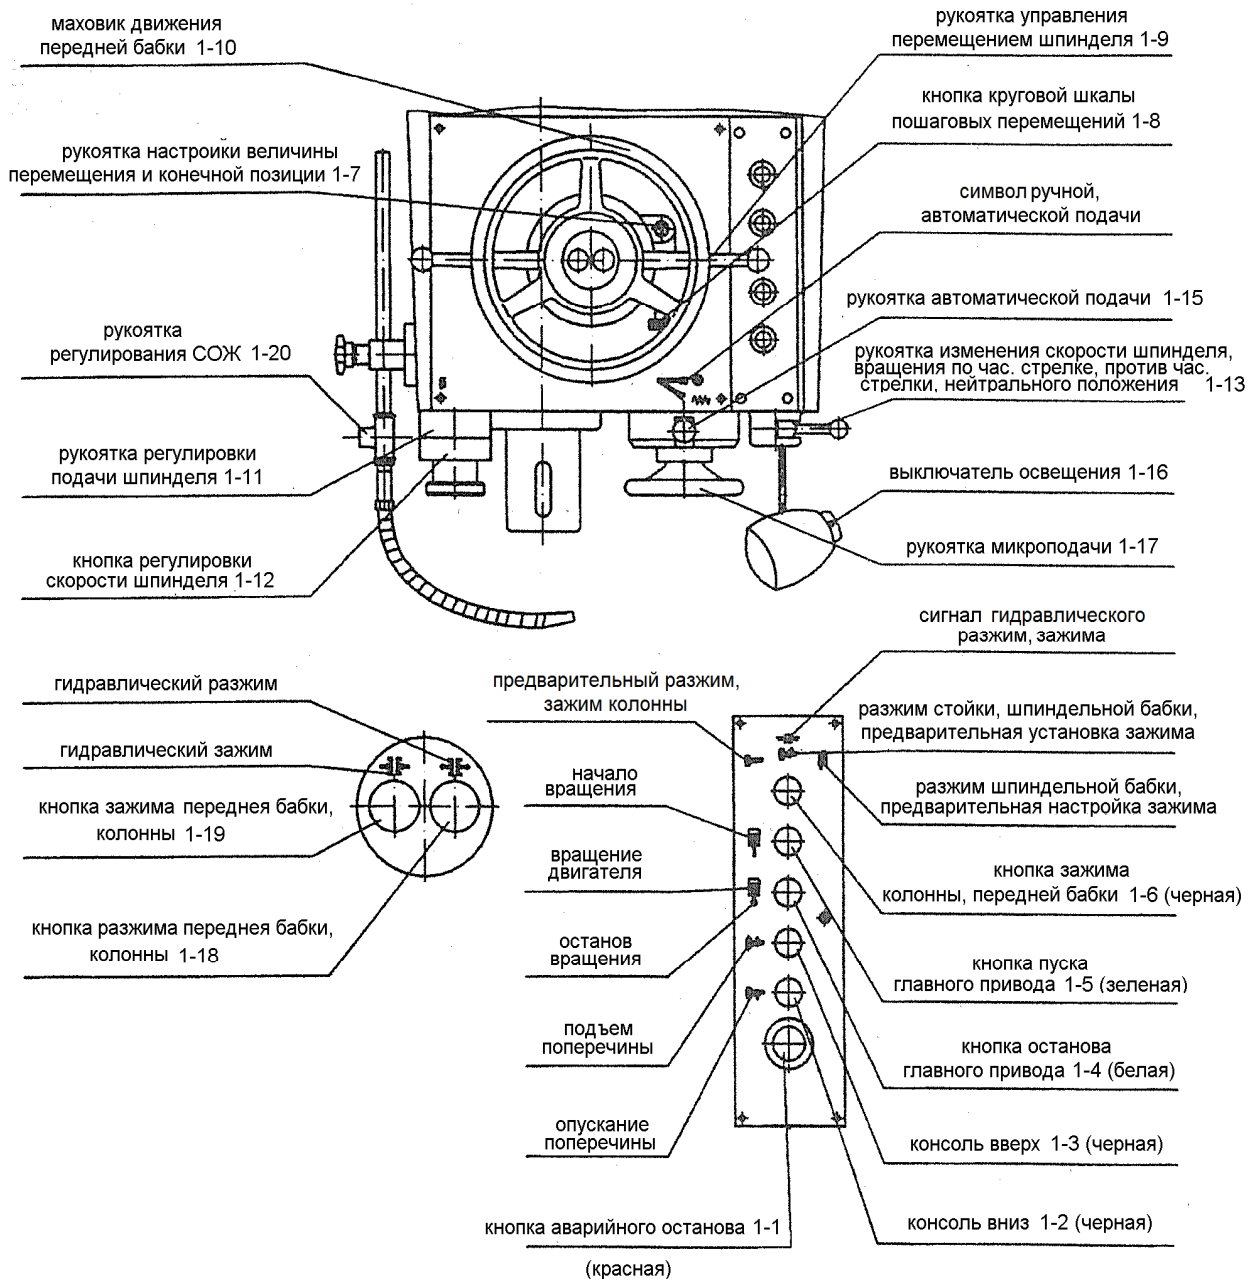
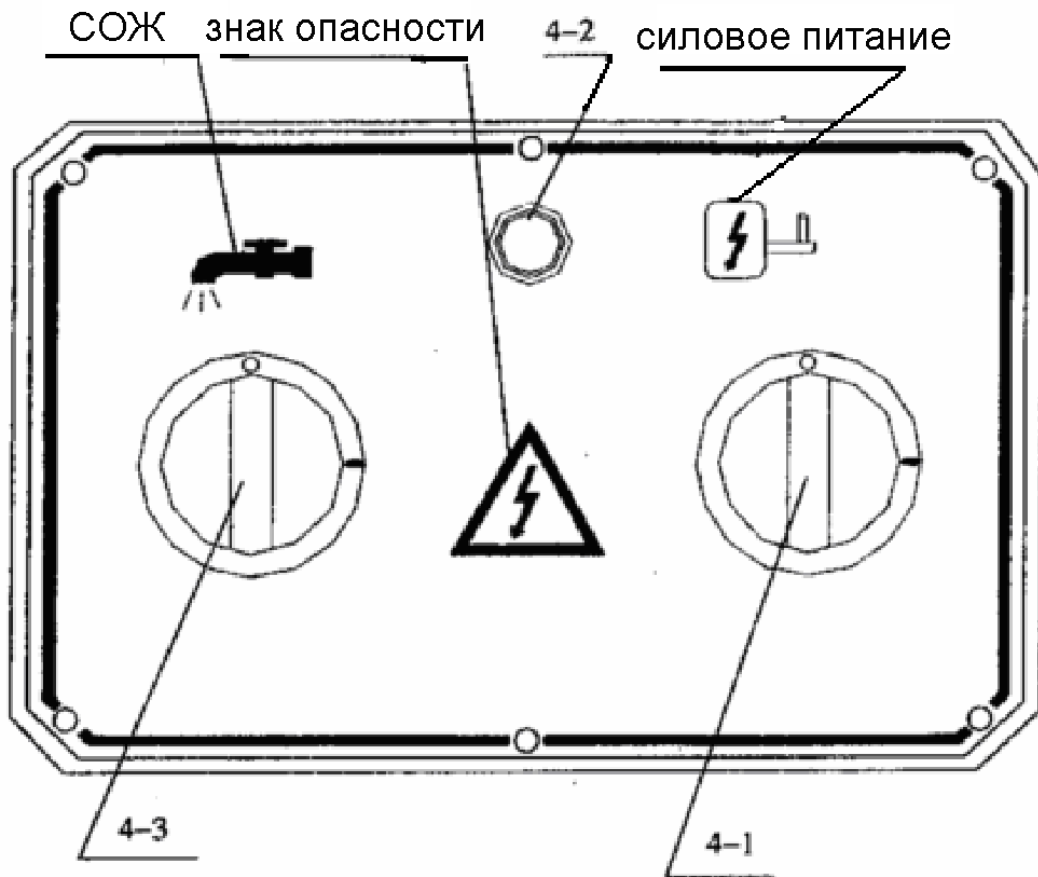

Рис. 3.1
Рис. 4.4
2.4.8. Проверьте последовательность фаз (рисунок 3.1): при нажатии кнопки 1-18 проверьте не ослабло ли крепление шпindelной бабки (или при нажатии кнопки 1-19 проверьте зажим шпindelной бабки). Нажмите кнопку подъема 1-3 на консоли, поднимите ее на 10 мм вверх, проверьте, как работает подъемный механизм (или при нажатии кнопки опускания 1-2 проверьте, работу механизма опускания консоли).
2.4.9. Нажмите кнопку опускания 1-2 (рисунок 3.1.), на 100 мм опустите вниз консоль, очистите антикоррозионное покрытие в основании стойки, проделывайте эту работу, пока не удалите смазку. Нажмите кнопку и освободите шпindelную бабку, поверните маховичок перемещения 1-10 и переместите шпindelную бабку влево, очистите антикоррозионное покрытие с направляющих, произведите переустановку и зажмите шпindelную бабку.
3.1.4. Шпиндельная бабка (рис. 3.1).
Перечень кнопок и рукояток управления (Рисунок 3.1.)
- 4.1.1. Откройте главный выключатель на стойке 4-1, нажмите кнопку запуска насоса подачи СОЖ 4-3 (рис. 4.4) и включите рабочее освещение (рис. 3.1);
- 4.1.3. Отрегулируйте положение консоли в соответствии с высотой заготовки (кнопки 1-2, 1-3). (Рис. 3.1, как и на рисунке 4.8).